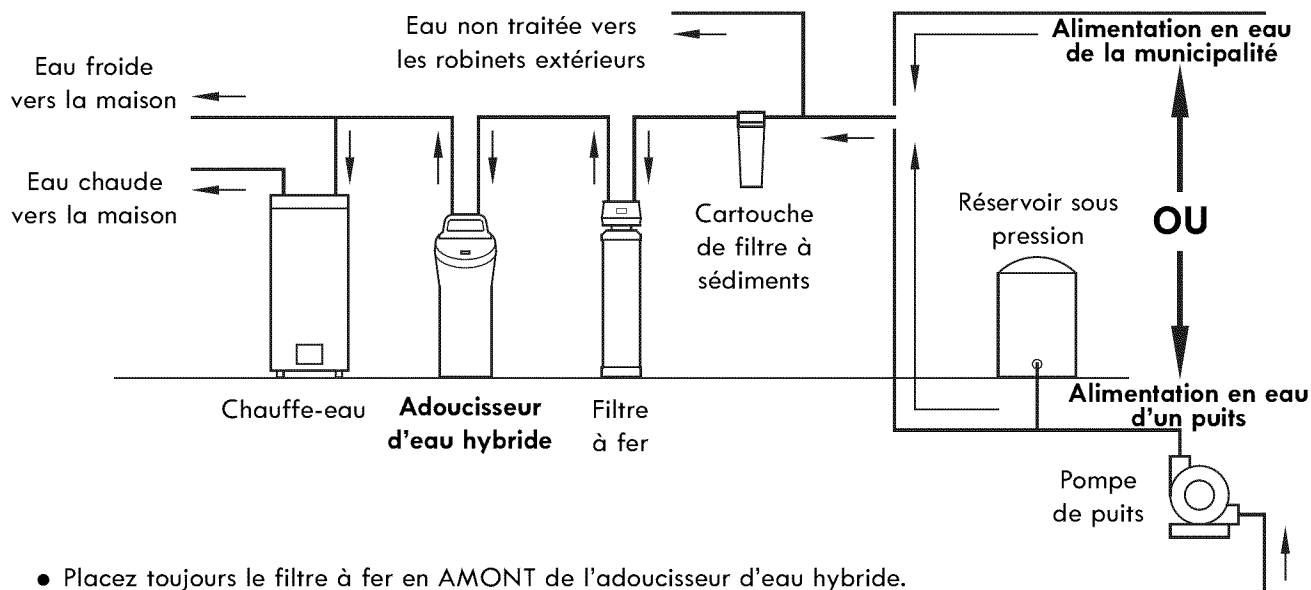

Figure 1
3. Raccordez le tuyau d'alimentation principale en **AMONT DU CHAUFFE-EAU** (voir la figure 1). La température de l'eau entrant dans l'adoucisseur ne doit pas dépasser 38 °C (100 °F). L'eau chaude endommagera les pièces internes de l'adoucisseur. Pour réduire les risques de refoulement d'eau chaude, la tuyauterie entre l'adoucisseur et le chauffe-eau doit être la plus longue possible.